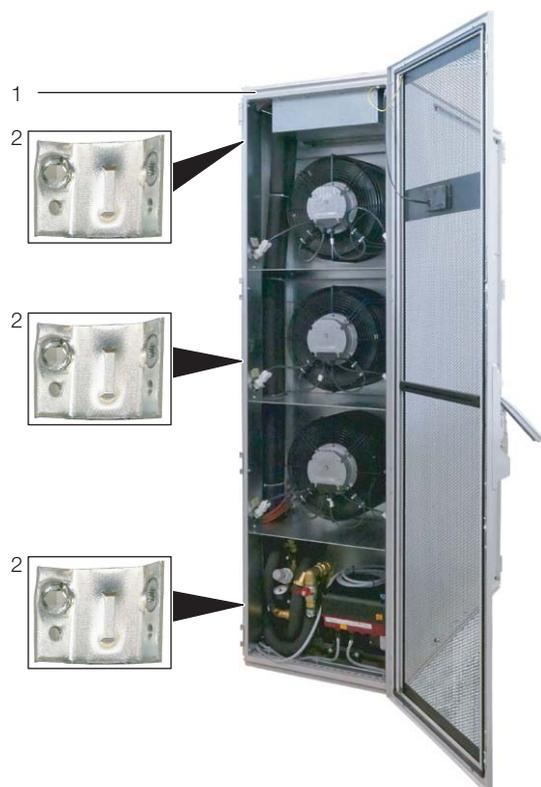

Рис. 14: Передняя сторона
- Закрепите по три соединителя (рис. 14, поз. 2) при помощи прилагаемых винтов в предусмотренных руководством по монтажу точках крепления на профиле с передней и задней стороны LCP DX (рис. 14, поз. 1).